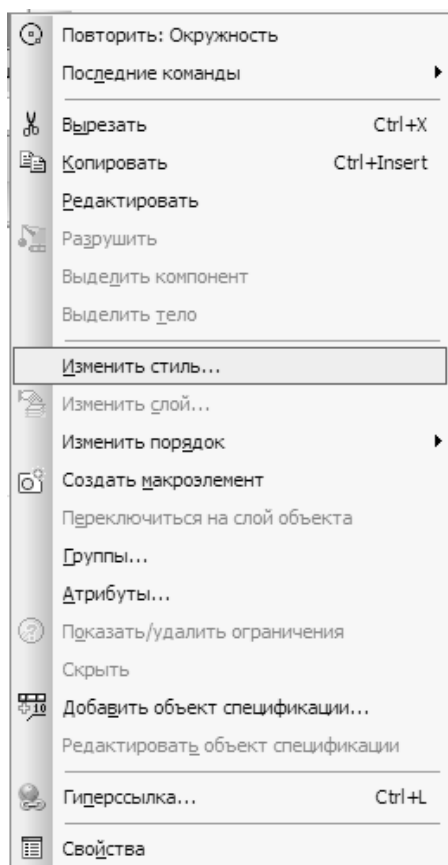

Рис. 27. Вызов команды *Изменить стиль* из контекстного меню
2. Вызовите команду из контекстного меню *Изменить стиль* (рис. 27).